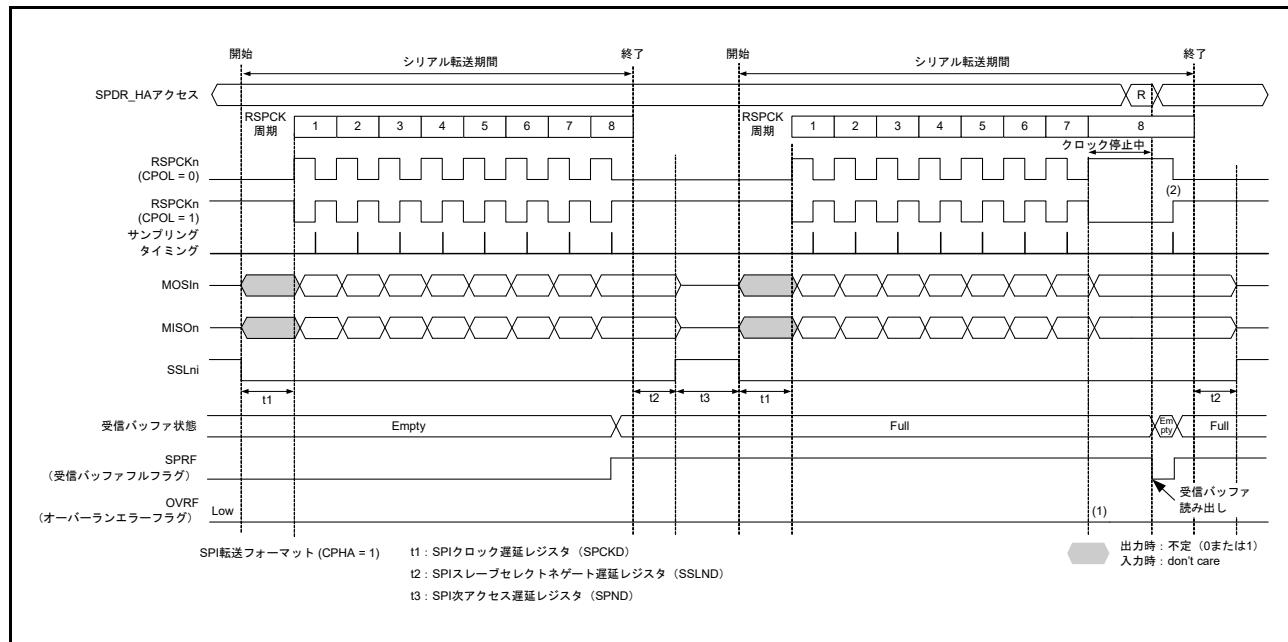
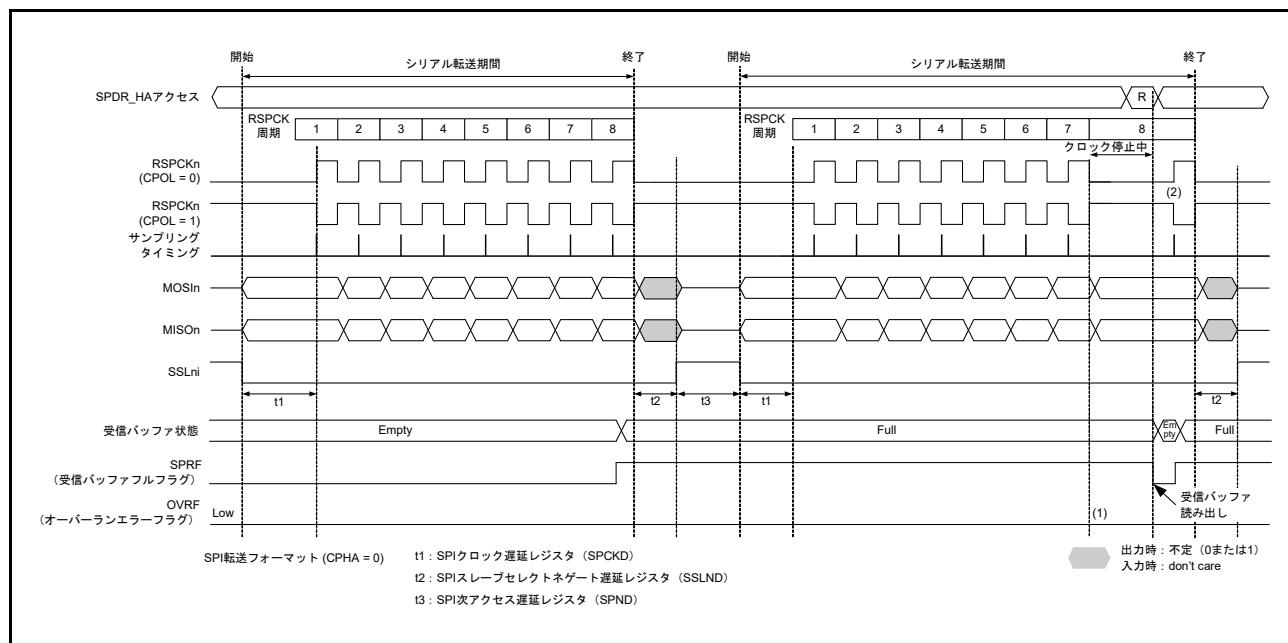

図 31.29 マスタモードの受信バッファフル状態でシリアル転送が継続するときのクロック停止波形 (CPHA = 1)
図 31.30 マスタモードの受信バッファフル状態でシリアル転送が継続するときのクロック停止波形 (CPHA = 0)
マスタモードで RSPCK 自動停止機能を有効にした場合は、オーバーランエラーが発生しません。図 31.29、図 31.30 にマスタモードの受信バッファフル状態でシリアル転送が継続するときのクロック停止波形を示します。
以下に、図 31.29 および図 31.30 の (1)、(2) に示したタイミングでのフラグ動作を説明します。
- (1) 受信バッファフルの場合は、RSPCK クロックが停止するためオーバーランエラーは発生しません。
- (2) クロック停止中に SPDR/SPDR\_HA レジスタを読み出すと、受信バッファのデータが読み出せます。受信バッファの読み出し後 (SPSR.SPRF フラグが 0 にされた後)、RSPCK クロックが再開します。